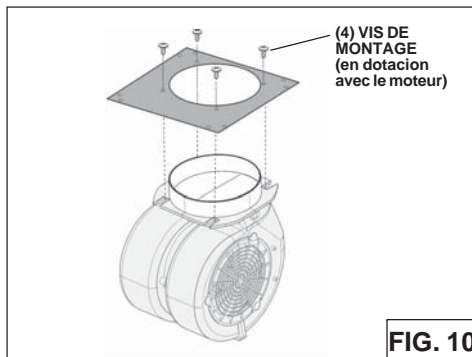

FIG. 10
3. Installez le ventilateur intérieur sur la plaque du ventilateur et fixer à l'aide de (4) vis (Fig.10).